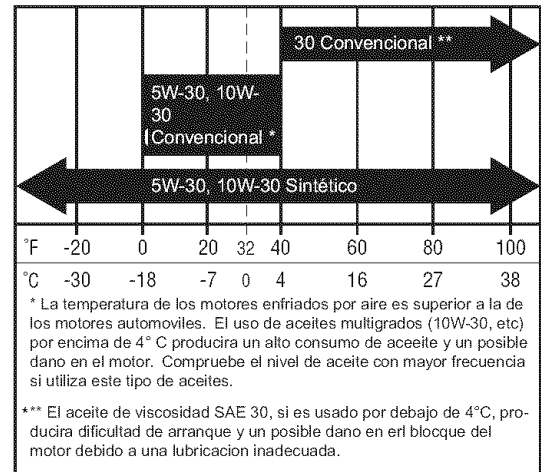
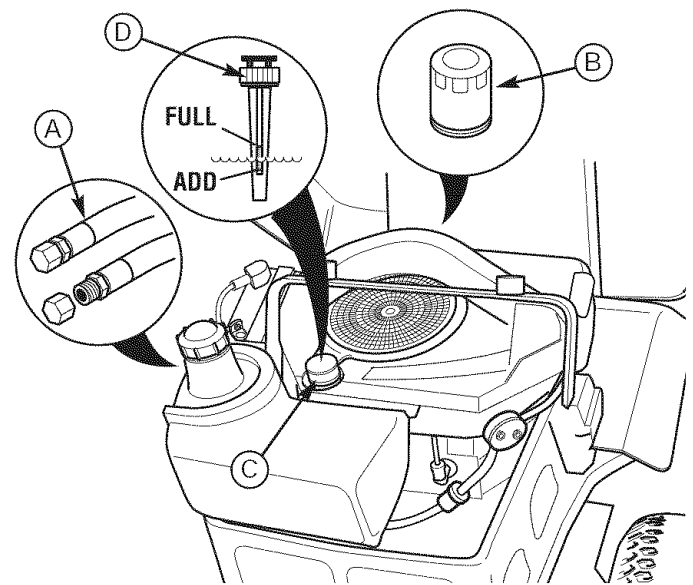

Figura 30. Aceite de Motor Recomendado
Figura 31. Cambio de Aceite
2. Limpie el área alrededor de la varilla para medición del nivel (C, Figura 31).
3. Remueva la varilla para medición del nivel (C) y límpiela con una toalla de papel.
4. Inserte la varilla para medición del nivel en el motor. Atornille el tapón en el tubo (D).
5. Remueva la varilla para medición del nivel y lea el nivel de aceite. El nivel de aceite deberá estar entre las marcas "FULL" y "ADD" (D). De lo contrario, añada aceite de acuerdo con las recomendaciones de la tabla del aceite (Figura 30).
1. Limpie el área alrededor de la varilla para medición del nivel (C, Figura 31) y el tubo de drenaje del aceite (A).
2. Remueva el tapón de drenaje del aceite (A) del extremo del tubo de drenaje del aceite. Remueva la varilla para medición del nivel (C). Permita que se drene completamente.
3. Reinstale el tapón de drenaje del aceite (A).
2. Remueva el tapón de drenaje del aceite (A) y la varilla para medición del nivel (C). Permita que se drene completamente.
3. Remueva el filtro de aceite (B). Deseche el filtro.